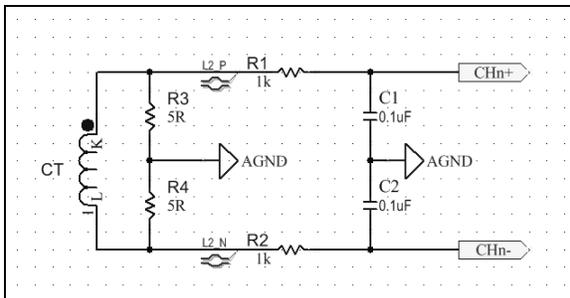

図 7-6: CT に基づく設計に使われる 1 次アンチエイリアス フィルタ
既定値設定 (DMCLK = 1 MHz) による 50/60 Hz の計測には、通常 1 k Ω と 100 nF の簡単な RC フィルタを使えます。計測値の線図に使われたアンチエイリアス フィルタは、1 k Ω と 15 nF による 1 次 RC フィルタです。図 7-6 に、ADC に変流器 (CT) を接続する代表的な回路図を示します。ワイヤを使う場合、それらを撚り線にする事を推奨します。